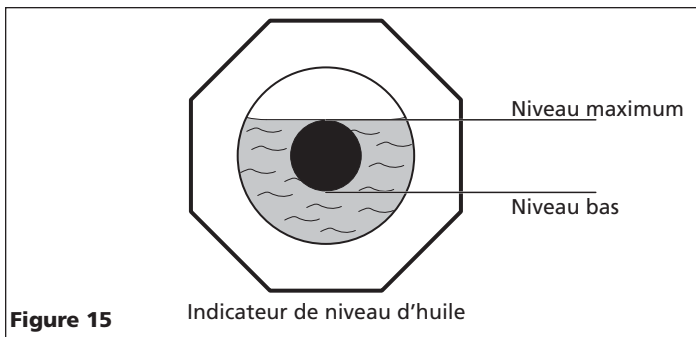
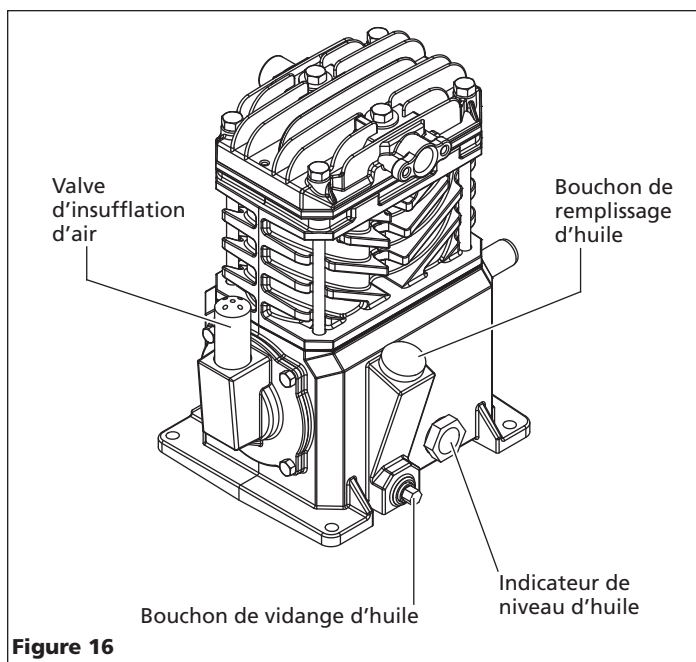

Figure 15
Figure 16
Vérifiez le niveau d'huile (voir la figure 15) - certains modèles sont livrés avec de l'huile dans la pompe. Veuillez utiliser comme référence le tableau d'information sur l'huile, compris dans ce manuel ou l'étiquette de spécifications située sur la pompe du compresseur pour connaître la bonne capacité d'huile et le type d'huile approprié. Ajoutez de l'huile si nécessaire. Réinstallez le bouchon d'huile à nouveau sur la pompe.
Cette pompe comporte un indicateur permettant de voir le niveau d'huile (Figure 16) afin de la maintenir au niveau indiqué à la Figure 15.
- c. Retirez le bouchon de vidange d'huile (emplacement indiqué sur la figure 16). Laissez l'huile s'écouler dans le carter d'huile.
- d. Réinstallez le bouchon de vidange. Remplissez la pompe au niveau plein (voir figure 15) en utilisant l'huile pour compresseur indiquée dans le tableau d'information sur l'huile.